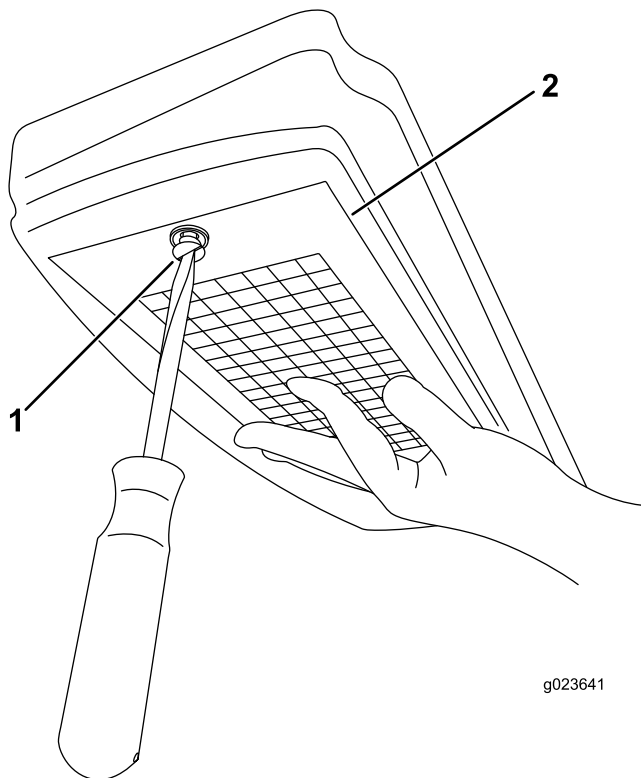

Figura 132
3. Retire o parafuso de fixação a tampa do filtro de ar (Figura 132).